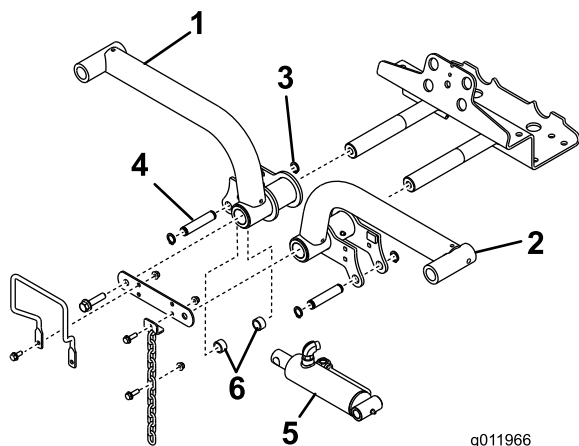

Рисунок 15
- Вставьте подъемные рычаги в оси поворота подъемных рычагов (Рисунок 15) и закрепите каждый с помощью ранее снятых тяг оси поворота подъемного рычага и болтов.
6. Прикрепите правый конец подъемного цилиндра к правому подъемному рычагу с помощью штифта и двух разделителей (Рисунок 15). Закрепите с помощью стопорного кольца.